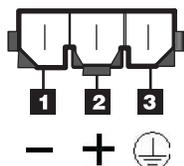

図 3-58. DC 電源コネクター - ピンの位置
3. DC 電源ケーブルを電源機構に接続します。DC 電源機構のコネクター・ピンの位置については、図 3-58を参照してください。